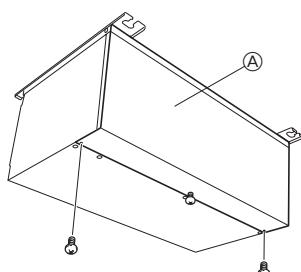

Fig. 9-1
- 1. Retire los tornillos de la cubierta. (Fig. 9-1)